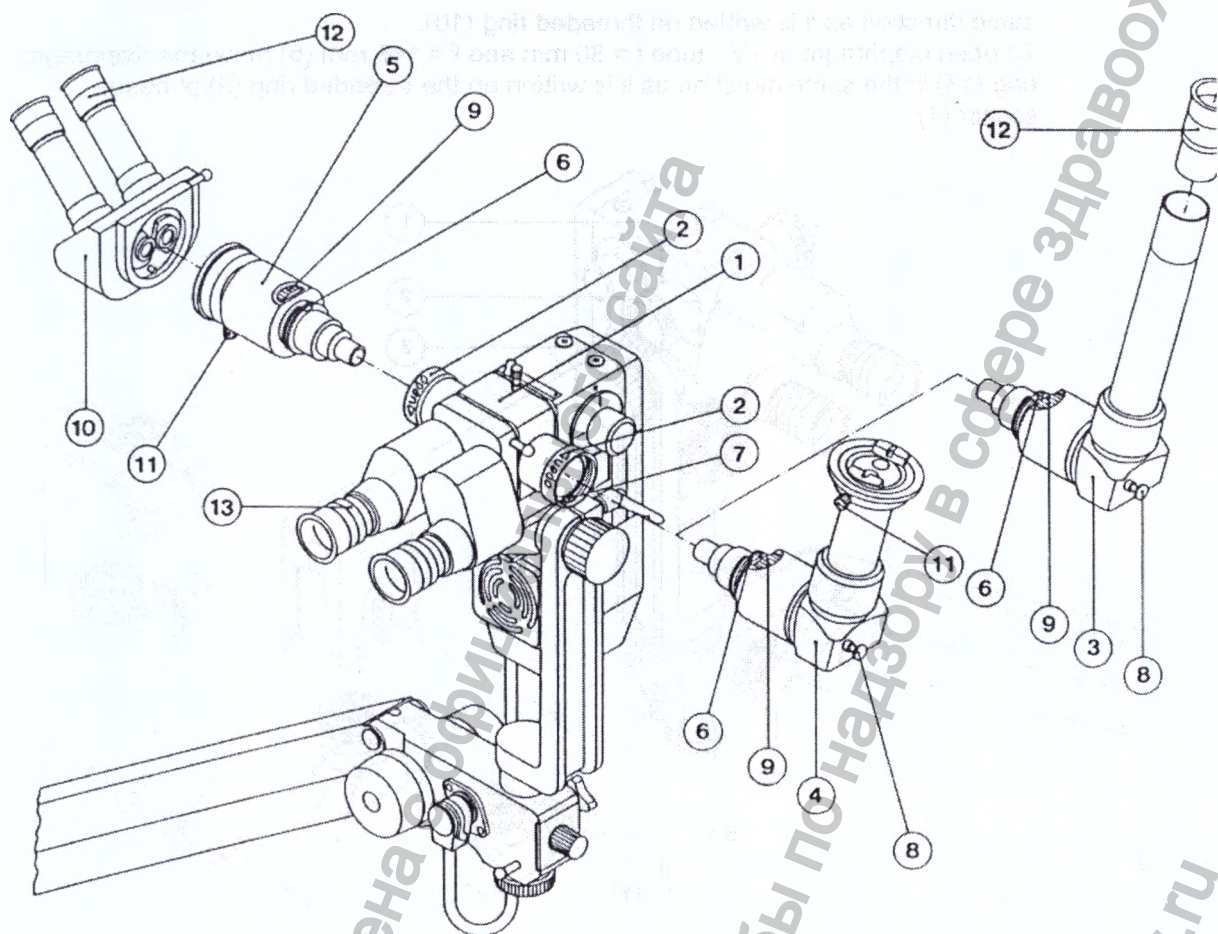

Рис.14
15.0 Монокюлярная трубка наблюдения, бинокюлярная трубка наблюдения и трубка ассистента 90° (Рис. 14)
- Перед установкой трубок снимите защитные колпачки с расщепителя луча (1), поворачивая кольцо с резьбой (2) в направлении "открыто".
- При установке трубок (монокюлярная трубка (3), бинокюлярная трубка (4), трубка ассистента 90° (5)) направляющие пластины (7) должны попасть в пазы (6).
- После того, как трубка будет вставлена, закрепите кольцо (2).
- Обе верхние части трубок (3) и (4) могут быть повернуты вбок к наблюдателю. Для этого, держась за верхнюю часть трубки одной рукой, нажмите на сцепляющий болт (8) с шариком на выступающей части, передвиньте трубку в нужное положение и освободите сцепляющий болт.
- Установка изображения после поворота осуществляется поворотом рифленого кольца (9).
- Биноклярная трубка (4) может быть при желании скомбинирована с прямой или наклонной трубкой. Трубка ассистента 90°, в основном, используется с биноклярной трубкой 45° (10). Эти трубки можно устанавливать в удобное для наблюдателя положение, поворачивая их при ослабленном винте (11). После этого закрепите винт снова (установку изображения необходимо повторить еще раз).
- Окуляры (12), используемые в этих приспособлениях, должны иметь тот же коэффициент увеличения, что и окуляры (13) микроскопа.
- (3) Рис. 14
- (4) Рис. 14
101.970-000 Трубка ассистента 90°	(5) Рис. 14